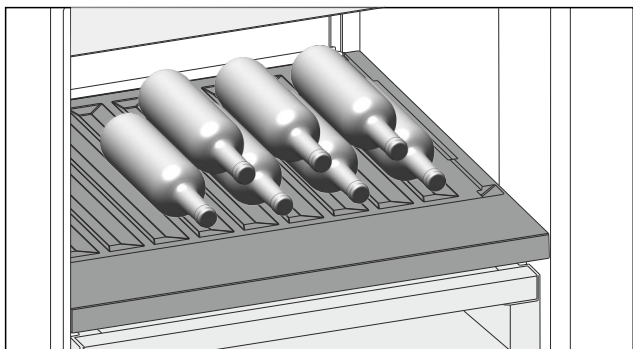

Fig. 114
- ▶ Introduceți sticlele cu fundul în spate, către peretele posterior. (vezi Fig. 114)